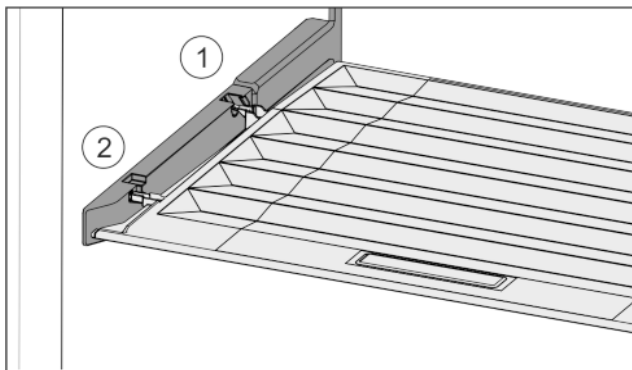

Fig. 36
- ▶ Robova predala vstavite nad odprtino zadnjega držala Fig. 36 (1), spredaj pa ju zataknete v držalo Fig. 36 (2).